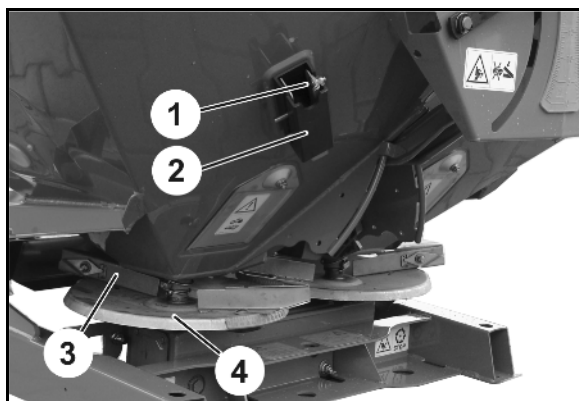

Рис. 82
3. Отверните резьбовое соединение наружной части лопасти (Рис. 82/1) с помощью внутреннего шестигранника барашковой гайки (Рис. 82/2).
4. Установите указатель (Рис. 82/3) на буквы шкалы (Рис. 82/4) согласно таблице норм внесения удобрений и снова затяните резьбовое соединение.